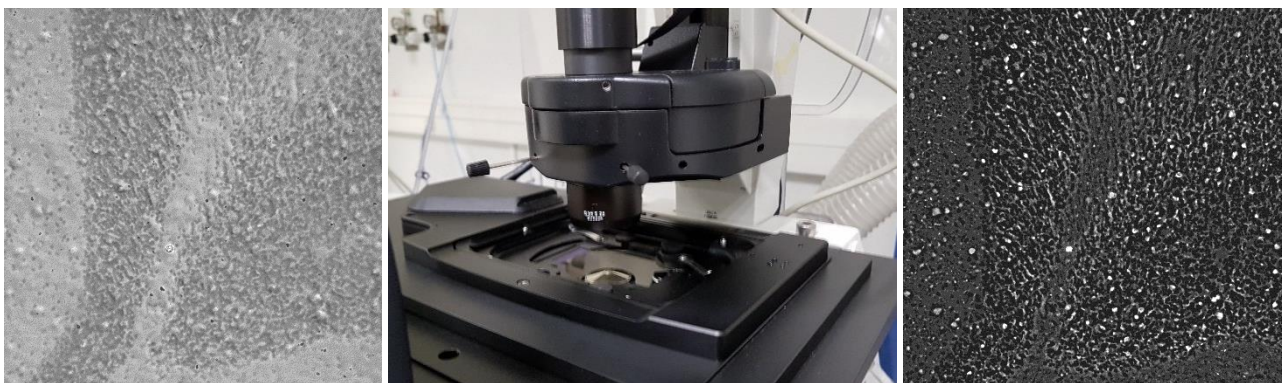

Figure 12 : Réaliser une image avant et après réglage.
Figure 12 : Anneau de phase et lumière dans un microscope. (a) En mode champ clair. (b) en mode contraste de phase non superposé. (c) En mode contraste de phase centré.
8. Observer les différences obtenues entre chaque image (Figure 12).